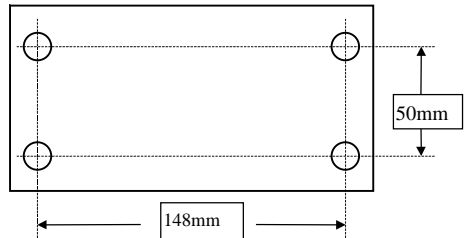

Bild1: Bohrungen für Gehäusebefestigung
- Löcher zur Wandmontage gemäß Darstellung Bild 1 bohren.